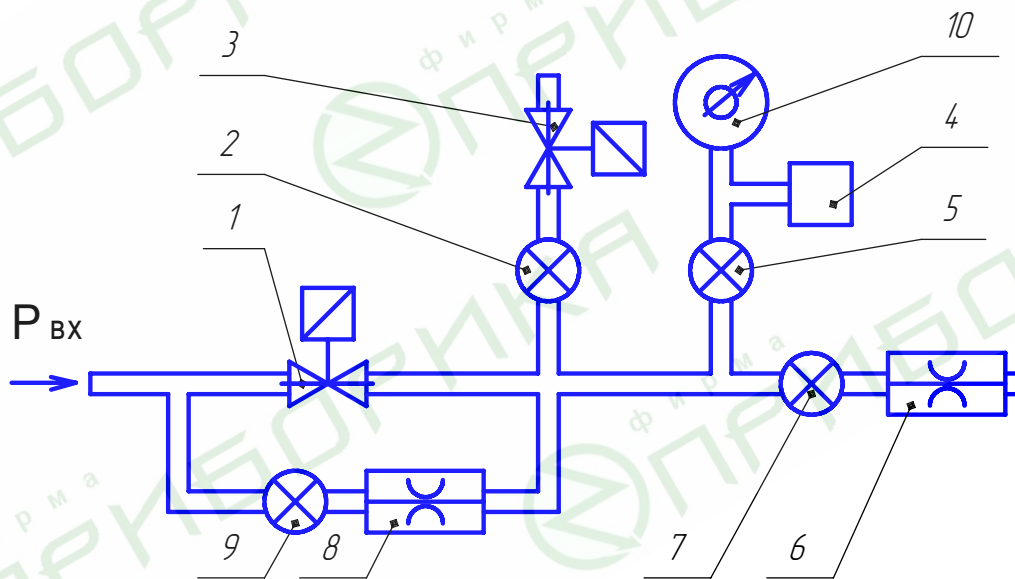

Рис. 6. Схема проверки функционирования
8.2. Смонтировать схему согласно Рис.6. и подключить прибор к клапанам и датчику (реле) давления согласно схеме ПРИЛОЖЕНИЯ 2.